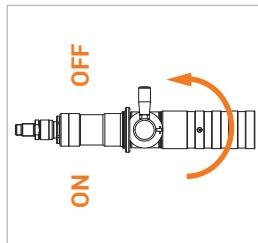

Figure 13
► Tournez le levier de commande (pos. 3) du nozzle de ravitaillement de 180° en position OFF (*Figure 13*).